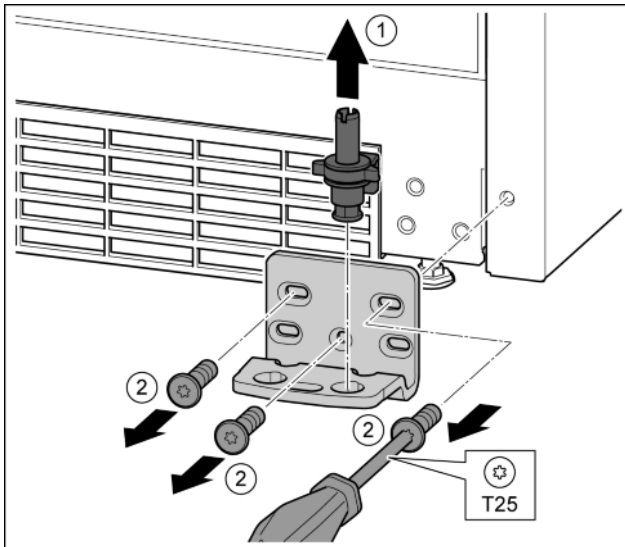

Fig. 15
- Lagerbolzen komplett nach oben herausziehen. Fig. 15 (1)
- Schrauben mit Schraubendreher T25 herausdrehen und Lagerbock abnehmen Fig. 15 (2)